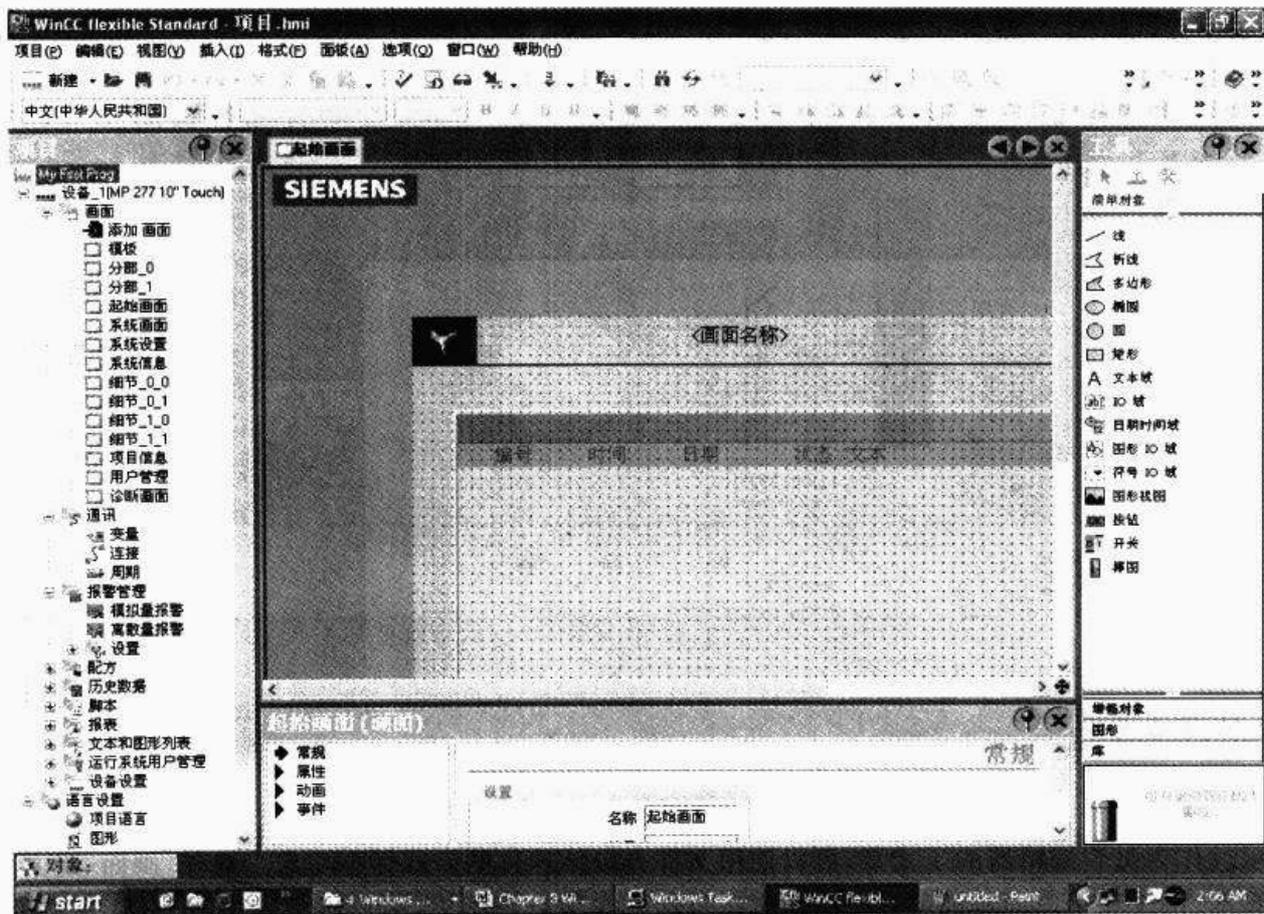

图 3-9 完成后的项目
⑨ 单击“下一步”按钮进入“项目信息”设置,设置方法不再详述。完成后,单击“完成”按钮,软件开始创建项目。完成后的项目如图 3-9 所示。